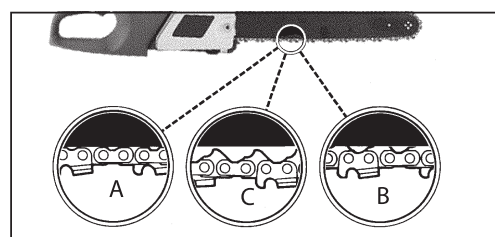

Рис. 6
Если цепь НАТЯНУТА СЛИШКОМ СЛАБО или СЛИШКОМ СИЛЬНО, то звездочка, шина, цепь и сцепление изнашиваются быстрее. На Рис. 6 показано как выглядит правильно натянутая цепь в холодном состоянии (A), в процессе работы (B), и как пример вид натяжения цепи нуждающейся в регулировке (C).